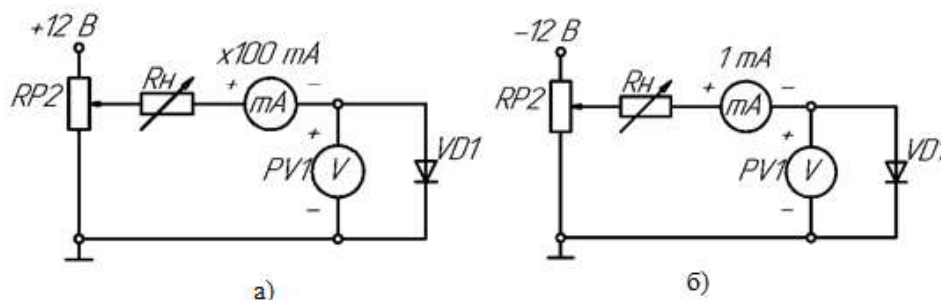

Рисунок 17 – Схема исследования диода
- 1) Собрать схему для исследования выпрямительного диода на постоянном токе в соответствии с принципиальной схемой (рис. 17а). Для измерения анодного тока включить миллиамперметр постоянного тока с пределом 100 мА. Для измерения анодного напряжения использовать мультиметр. Последовательно с диодом включить токоограничивающий резистор R_H .